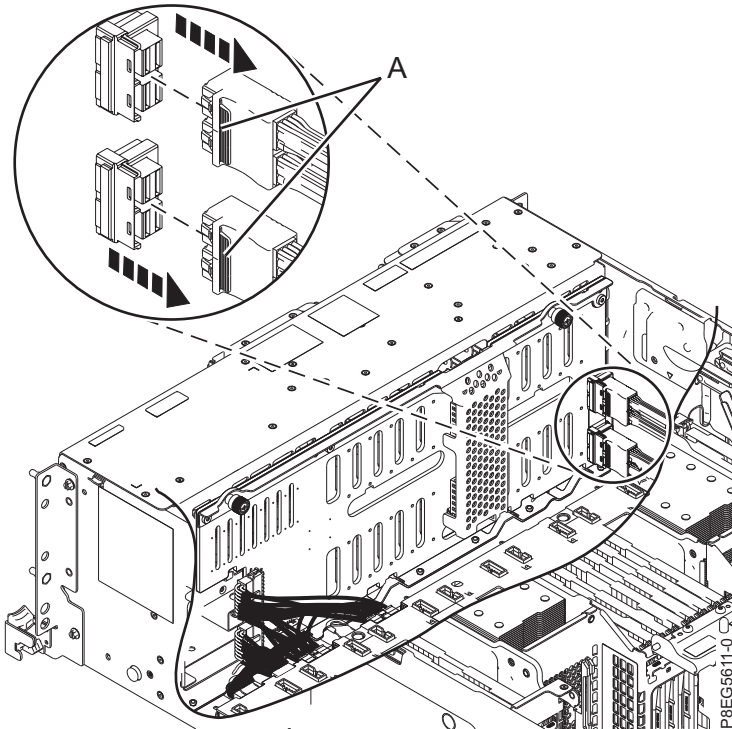

Figure 14. Déconnexion des câbles SAS avant
4. Étiquetez les câbles SAS avant en prêtant attention aux connecteurs auxquels chaque câble est connecté sur le fond de panier d'unité de disque et la carte interne SAS RAID. Déconnectez les câbles SAS avant du fond de panier d'unité de disque en appuyant sur le taquet (A) et en débranchant le câble, comme indiqué dans la figure 14, à la page 18.